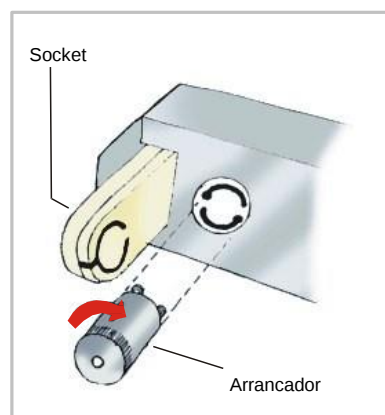

Fig. 8
4. Para llegar hasta el arranador, retire el tubo. El receptáculo del arranador está fijado en la base del tubo (madera o metálico). Para desmontar el arranador, sostenga el receptáculo y gírelo en 90° grados hasta dejar libres los terminales. Luego desencájelo con mucho cuidado (Fig. 8).